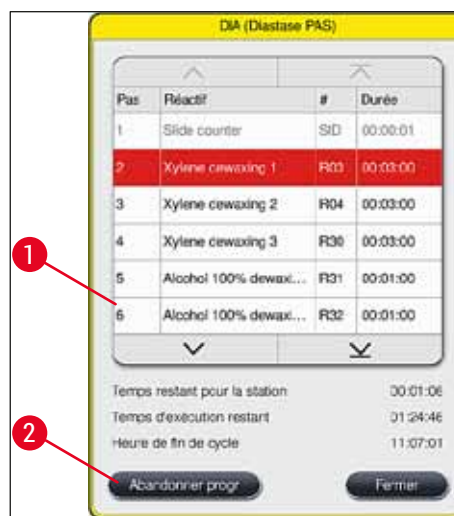

Fig. 90
2. Une liste des pas du programme (→ "Fig. 90") s'affiche ; le pas actuel étant sélectionné en rouge (→ "Fig. 90-1").